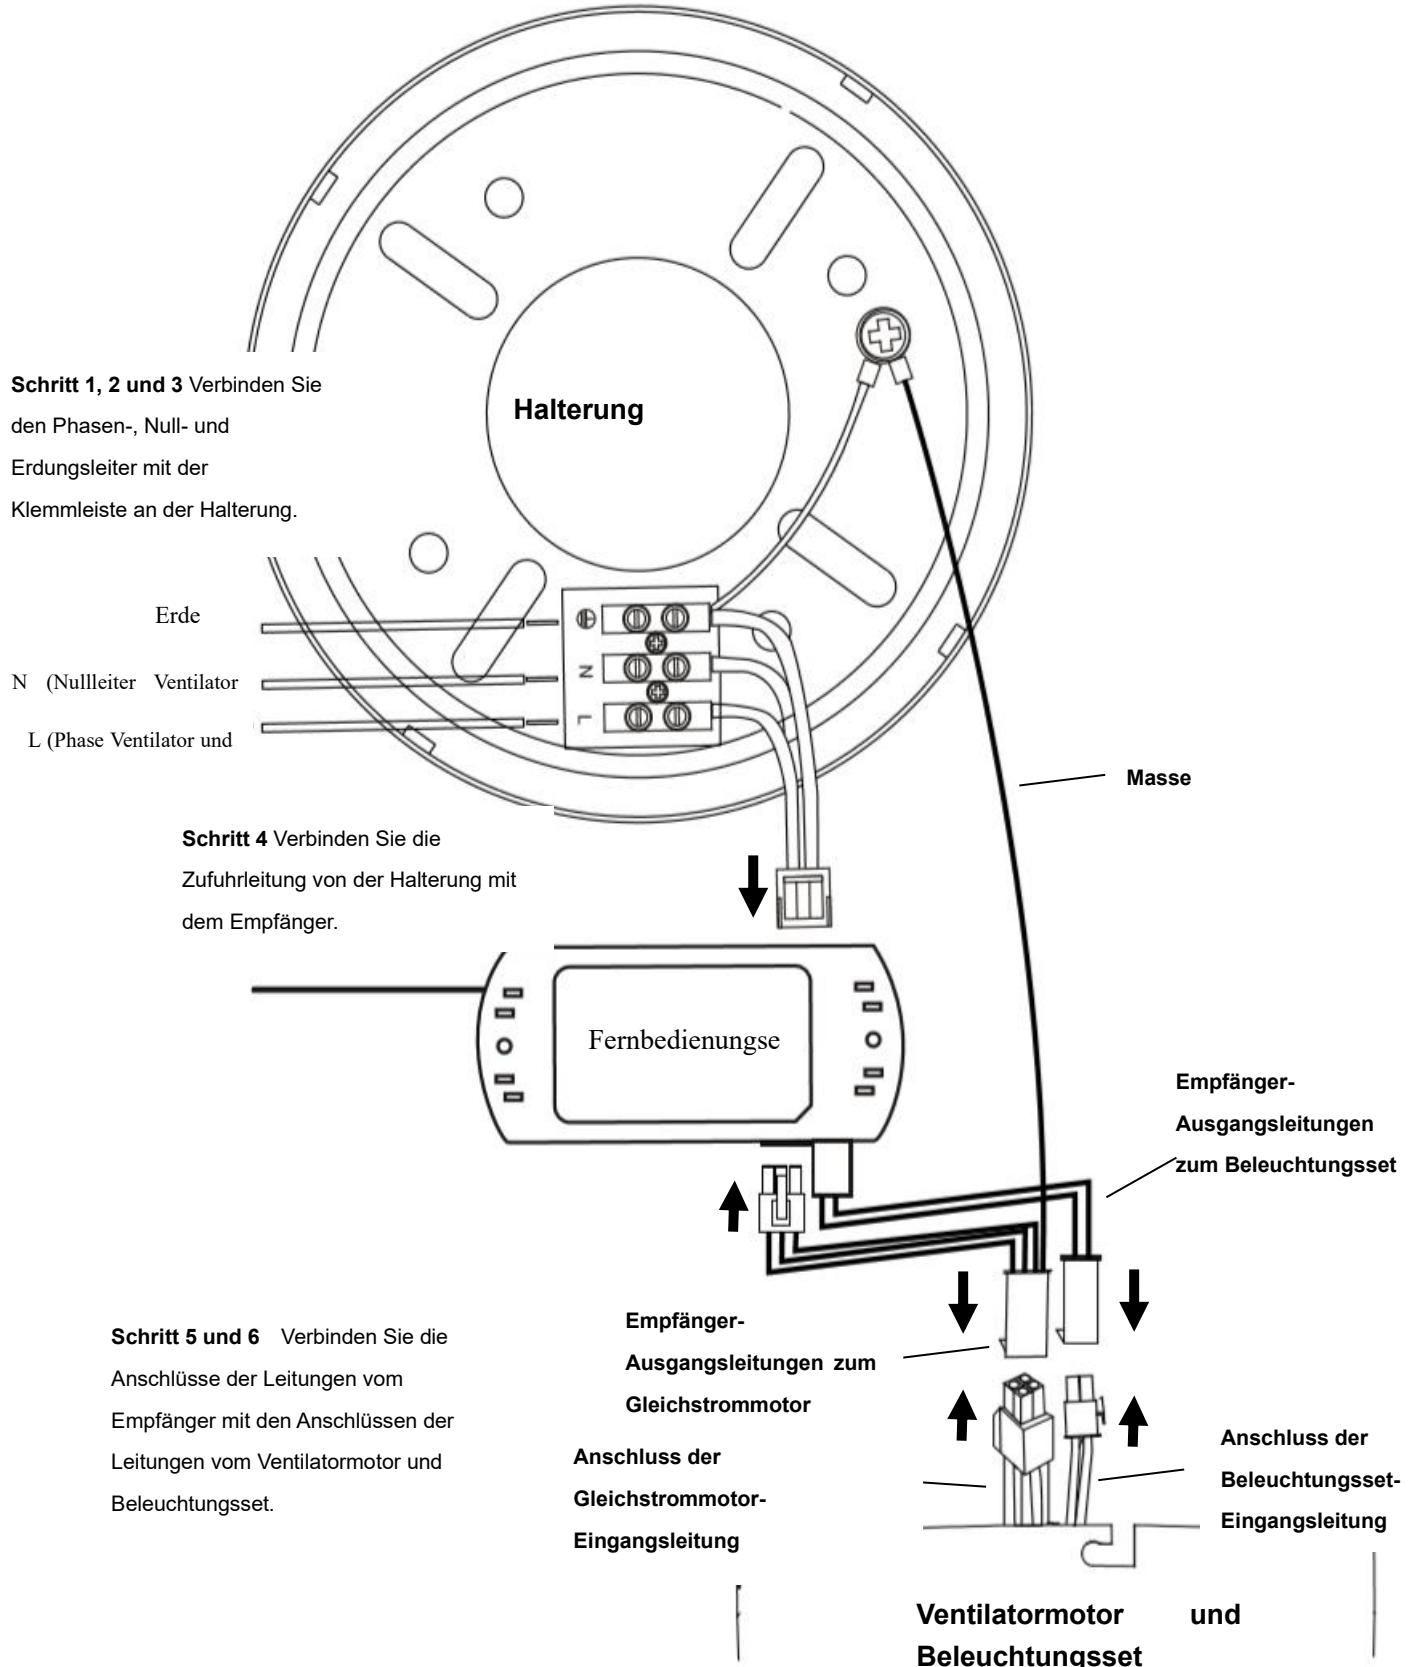

Abb. 4
#### Von der Netzversorgung zur Klemmleiste an der Montagehalterung: (Abb. 4)
#### Von der Montagehalterung zum Empfänger und Motor: (Abb. 4)
5. Schließen Sie die Ausgangsleitungen des Gleichstrom-Motorantriebs/-Empfängers (von der Halterung mit Erdungsleitung) an den Ausgang des Gleichstrom-Motorantriebs/-Empfängers an (**Abb. 4**). Schließen Sie die Ausgangsleitungen des Gleichstrom-Motorantriebs/-Empfängers mit Erdungsleitung (von der Halterung mit Erdungsleitung) an den Eingang des Ventilatormotors an (**Abb. 4**).